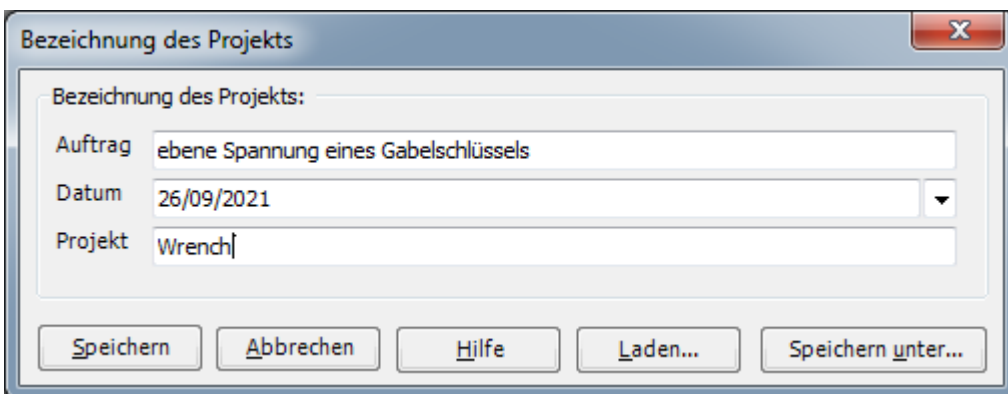

Bild 5.9 Dialogfeld "Bezeichnung des Projekts"
- Zur Definition wählen Sie den Befehl "Bezeichnung des Projekts" aus der Registerkarte "Daten". Das Dialogfeld im Bild 5.9 erscheint